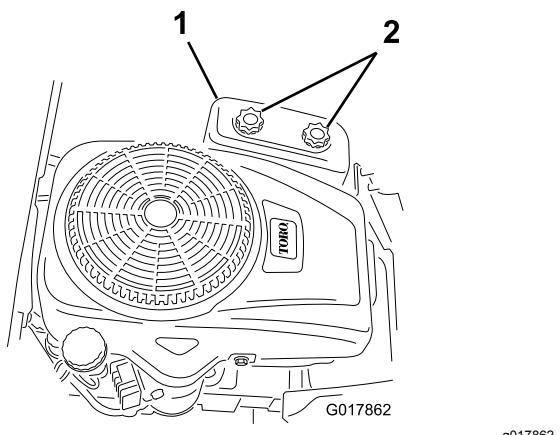

Figura 16
3. Retire la tapa del limpiador de aire desenroscando los 2 pomos (Figura 16).
- Instale la tapa del limpiador de aire y apriete los 2 pomos (Figura 16).